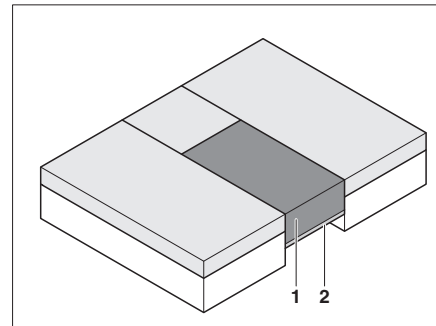

Bild 77 Efter ombyggnaden
- Lägg extradynan (Bild 77,1) på den utdragna ribbotten (Bild 77,2).
För att få extradynan (Bild 77,1) på samma höjd som de andra dynorna måste den tryckas in ordentligt.
- ▷ Sätt i extradynan (Bild 77,1) och sätt dig på den.